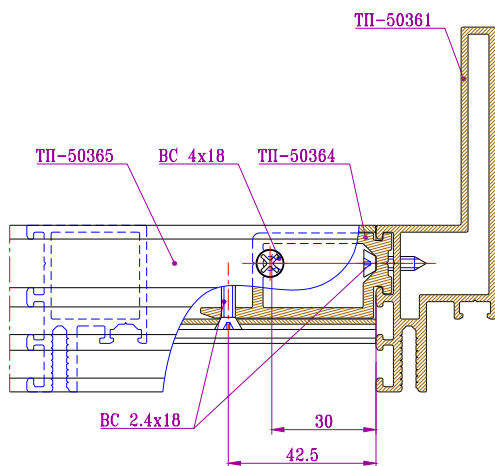
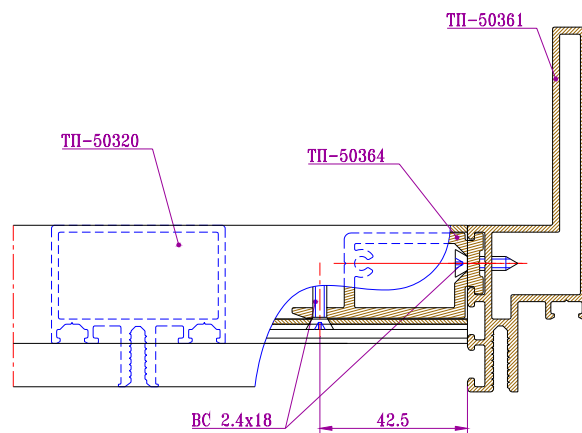

Рис.10-1 Крепление ригеля ТП-50365 к стойке ТП-50361
Рис.10-2 Крепление ригеля ТП-50320 к стойке ТП-50361
- Затем к стойкам присоединяются горизонтальные элементы – ригели (через закладные детали), таким образом, чтобы два отверстия диаметром 4мм на ригеле совпали с отверстиями, выполненными в закладной детали. Центры отверстий ригеля и закладной смещены относительно друг друга на 0,4 мм для гарантированного прижима торца ригеля к поверхности стойки. Крепятся ригели к закладным деталям двумя самонарезающимися винтами ВС 2.4x18 и ВС 4x18 (рис.10-1, рис.10-2, рис.10-3);